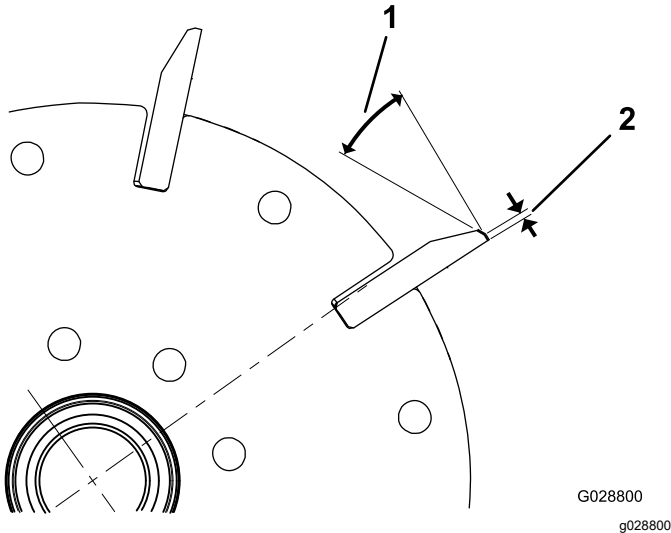

Figura 34
1. Afile todas las cuchillas con un rebajo de 30 grados hasta que la anchura de la superficie de incidencia sea de 1,3 mm (Figura 34).